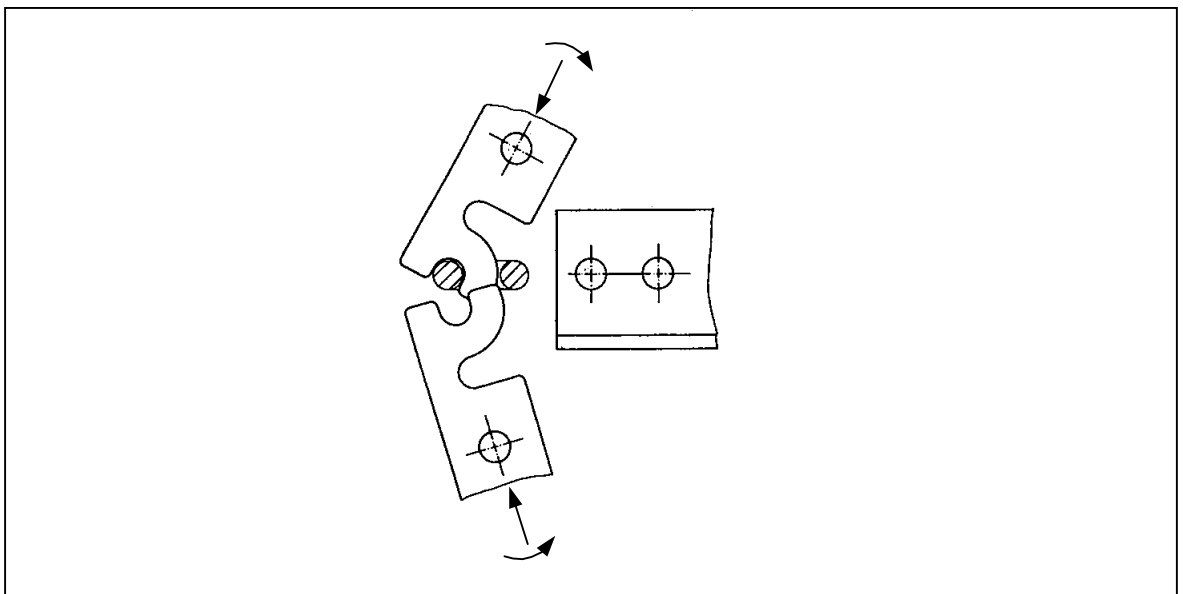

Bild 2
2. Mitnehmer gegenseitig in das horizontale Kettenglied (90° relativ zur Radebene) einschwenken(Bild 2).